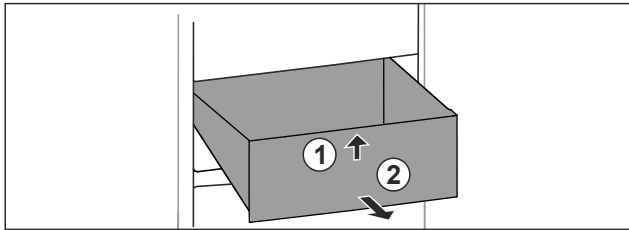

Fig. 76
- Sollevare il cassetto dal davanti. Fig. 76 (1)
- Rimuovere il cassetto tirandolo in avanti. Fig. 76 (2)